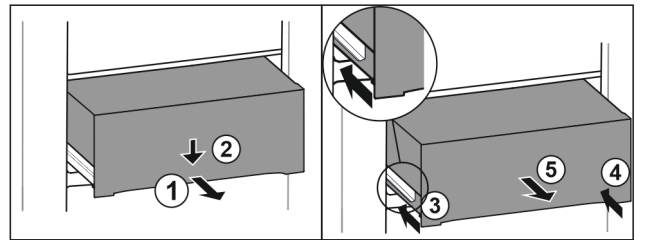

Fig. 77
- ▶ Extraiga el cajón hasta la mitad. Fig. 77 (1)
- ▶ Presionar hacia abajo el cajón de la parte delantera. Fig. 77 (2)
- ▶ Introducir el carril izquierdo unos 2 cm. Fig. 77 (3)
- ▶ Introducir el carril derecho unos 2 cm. Fig. 77 (4)
- ▶ Extraiga el cajón hacia delante. Fig. 77 (5)